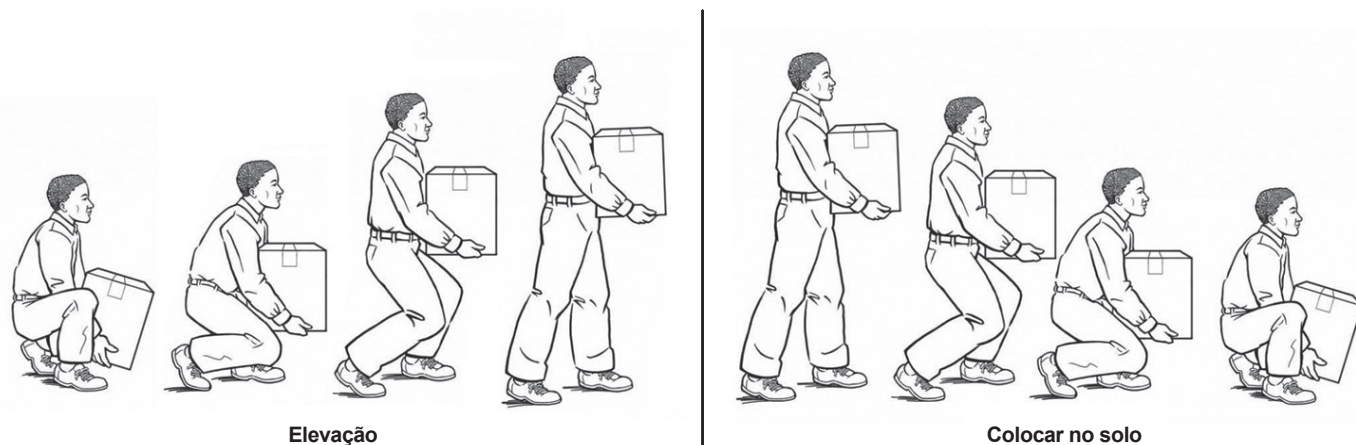

Figura 1
- Ao elevar e carregar a bomba, sempre mantenha-a próximo ao seu corpo. (Consulte a Figura 1)
- Ao iniciar a elevação, dobre os joelhos e mantenha as costas retas. (Consulte a Figura 1) Contraia os músculos do estômago para ajudar a manter as costas retas.
- Durante a elevação, use as pernas para realizar o esforço. Nunca use as costas e certifique-se de que as pernas estejam separadas em uma distância equivalente à dos ombros. (Consulte a Figura 1)